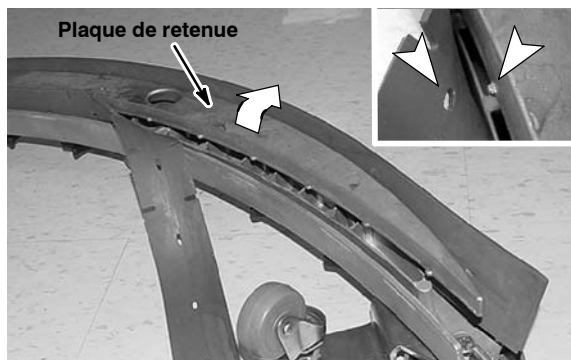

FIG. 60
4. Pour remplacer la lame avant, retirez la lame arrière et desserrez complètement les quatre boutons du bloc de racloir ; ne retirez pas les boutons. Soulevez et inclinez la plaque de retenue pour accéder à la lame avant (Figure 60). Faites pivoter la lame avant pour obtenir un nouveau bord nettoyant et réinstallez la plaque de retenue. Veillez à ce que les ergots de la plaque de retenue s'engagent dans les fentes de la lame. Réinstallez la bande et resserrez les boutons.